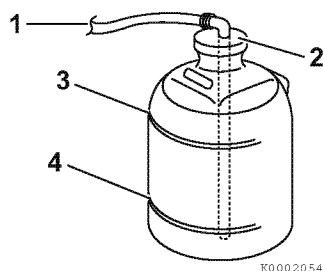

Figura 9
5. Retire o tampão do depósito auxiliar do líquido de arrefecimento (2, **Figura 9**) e encha com a mistura de líquido de arrefecimento até ao limite inferior (4, **Figura 9**). Substitua o tampão. Nunca encha até ao limite superior (3, **Figura 9**). Capacidade do depósito auxiliar do líquido de arrefecimento: 0.8 ℓ (1.7 pints)
6. Verifique o tubo de borracha (1, **Figura 9**) que liga o depósito auxiliar do líquido de arrefecimento ao permutador de calor. Certifique-se de que o tubo está bem preso e não haverá perdas nem danos. Se ocorrerem fugas no tubo ou na ligação, perde-se uma quantidade excessiva de líquido de arrefecimento.